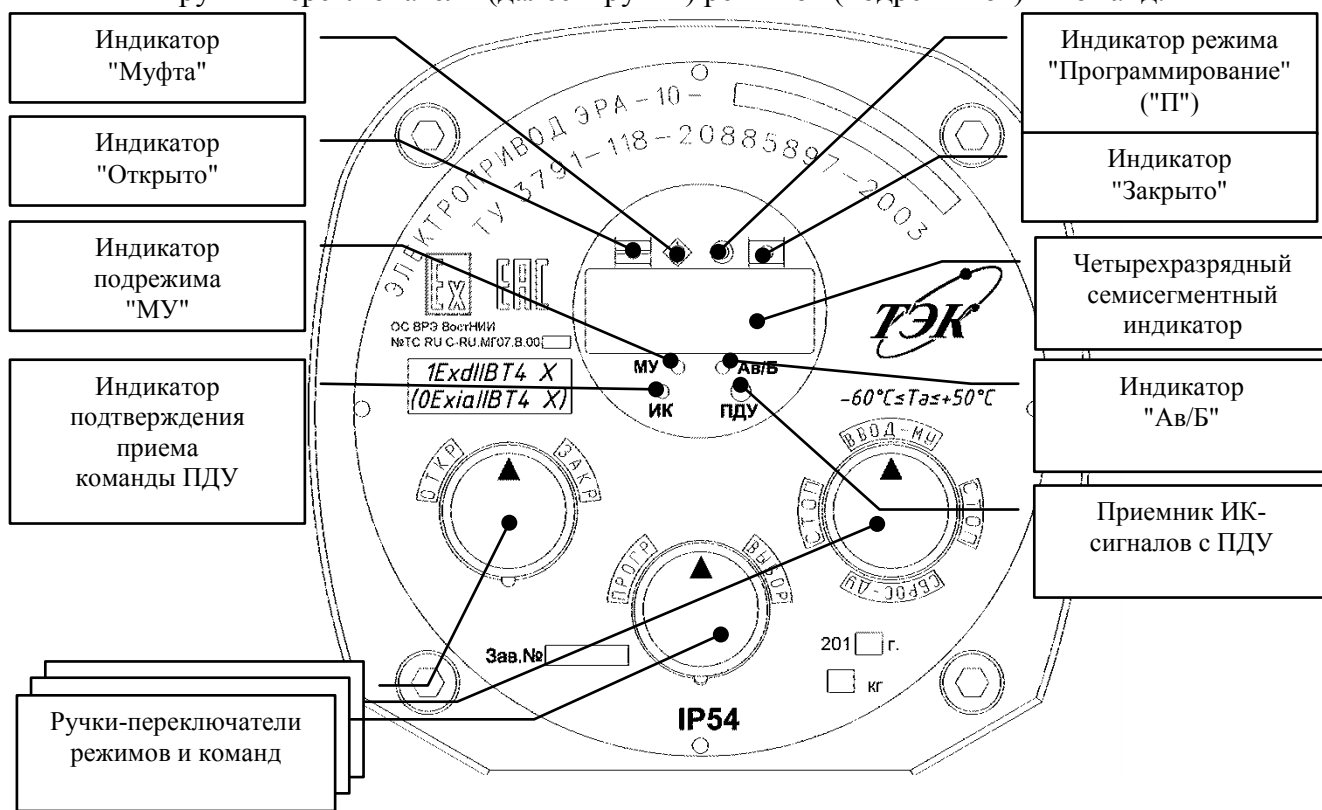

Рисунок 2 – Пост местного управления
1.4.2.5 На ПМУ ЭРА-10 размещены следующие органы индикации и управления (см. рисунок 2):